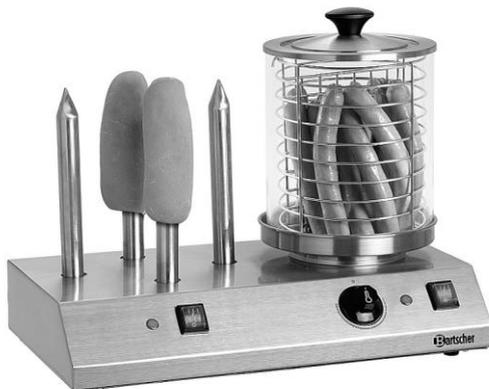

Abb. 3
6. Füllen Sie die vorbereiteten Würstchen in den Gittereinsatz (Abb. 3).
3. Bringen Sie die geeigneten Hot-Dog-Brötchen auf den Toaststangen vorsichtig an (Abb. 3).